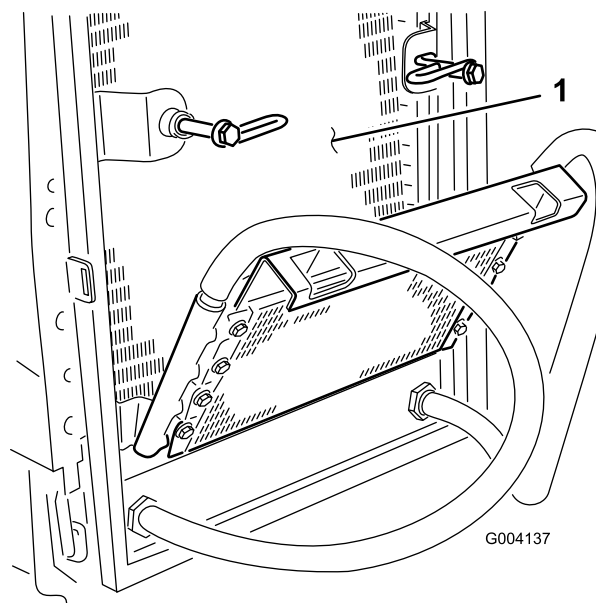

Figura 96
8. Limpe os dois lados do dispositivo de arrefecimento de óleo e o radiador (Figura 96) com ar comprimido.